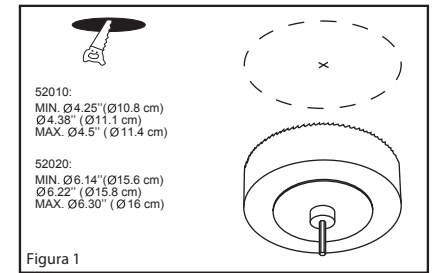

Figura 1
1. Haga un agujero en el techo y prepare los cables de alimentación eléctrica. Instale y desproteja el cable de alimentación eléctrica 6" (15 cm) y los alambres 5/8" (1,6 cm). (Figura 1)